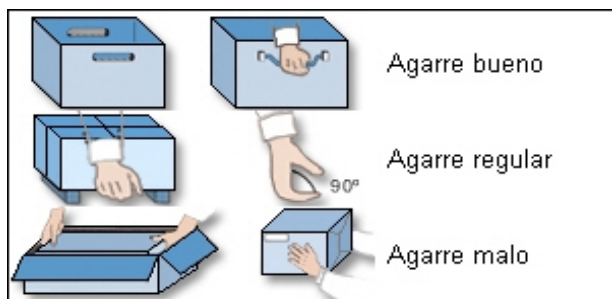

Figura 9. Tipo de agarre de la carga
**Tipo de agarre.** Seleccionar en el desplegable cuál es el tipo de agarre de la carga, considerando lo siguiente (Figura 9):